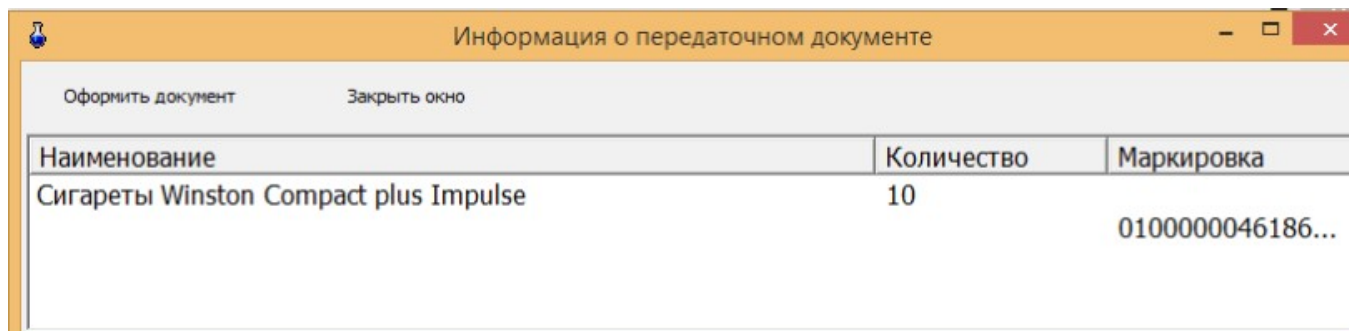

Рис. 11
2. Появится окно «Информация о передаточном документе» (рис.11), отсканируйте матричный код возвращаемого маркированного товара (сигарет) и нажмите «Оформить документ».